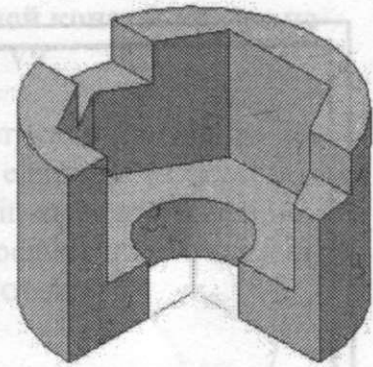

Рис. 59. Деталь с вырезанной четвертью
7. Построить вырез четверти части детали (рис. 59):